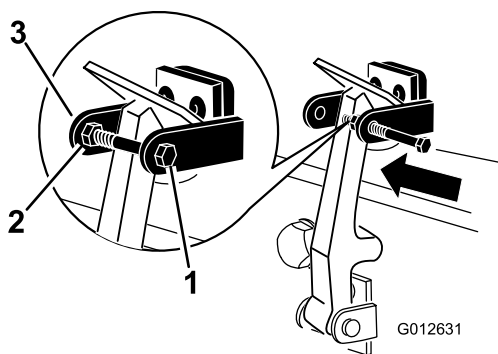

Figura 15
7. Enrosque el perno en el otro brazo del seguro de cierre del capó para fijar la posición del cierre (Figura 15). Apriete firmemente los pernos, pero no apriete la tuerca.